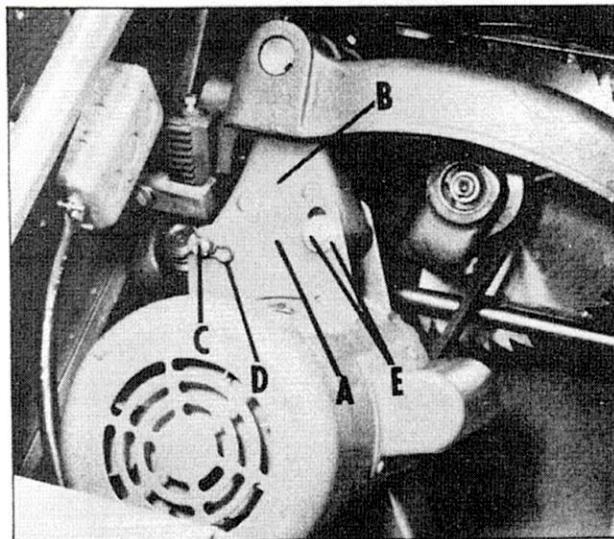
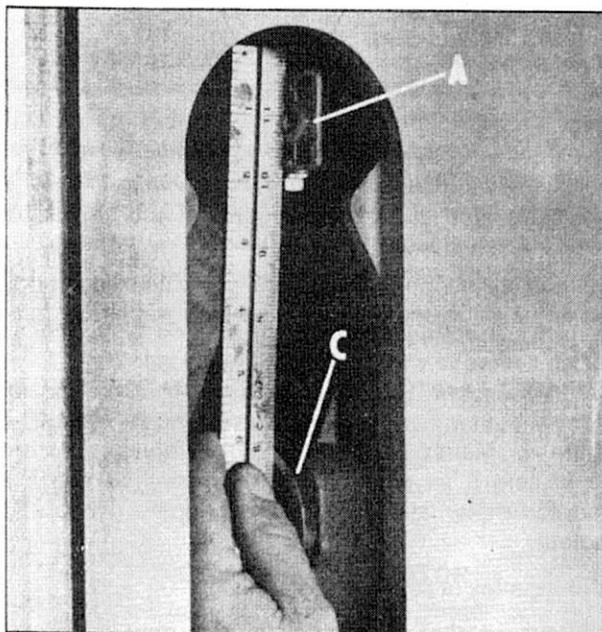

Fig. 4
Fig. 9
4. Lower the motor onto the cabinet so that the ears (A) of the motor, straddle the motor bracket (B), as shown in Fig. 4. The ideal position for the motor
4. Déposez le moteur à l'intérieur du banc en passant ses pattes de fixation (A) de chaque côté du support (B) comme l'illustre la figure 4. La meilleure
5. Insert the motor pivot pin (C) through the ears (A) of the motor and the hole in the motor bracket (B) as shown in Fig. 4. Place the cotter pin (D) in place as shown and tilt the saw arbor to the highest position, which brings the motor to a convenient position for inserting the rear cotter pin.
5. Passez l'axe (C) dans les pattes de fixation (A) et dans le support du moteur (B) comme le montre la figure 4. Mettez la goupille (D) et amenez l'arbre de la scie à sa position la plus haute de façon à pouvoir enfiler aisément l'autre goupille derrière le moteur.
8. Une fois la tension réglée, vissez à fond la vis à tête hexagonale munie d'une rondelle (E), comme le montre la figure 4.
2. A l'aide d'une règle, alignez les extrémités supérieure et inférieure du support (A) avec le flasque de l'arbre de la scie (C) (voir fig. 9), puis serrez à fond les deux vis de fixation du support.
3. Au moyen de la vis et de la rondelle prévues pour sa fixation, installez la plaque de montage du diviseur (D) sur le support (A), comme l'illustre la
screw and washer (E) as shown in Fig. 4, and tighten.
2. Using a straight edge, align the top and bottom of the bracket (A) to the saw arbor flange (C), as shown in Fig. 9. Then tighten the two screws that fasten the bracket to the inside of the saw carriage.